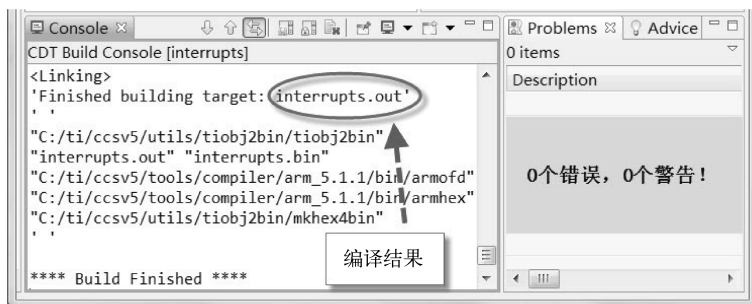

图 7-4 工程编译的结果生成可执行的 .out 文件
5) 编译 interrupts 工程生成可执行的 .out 格式文件，如图 7-4 所示。